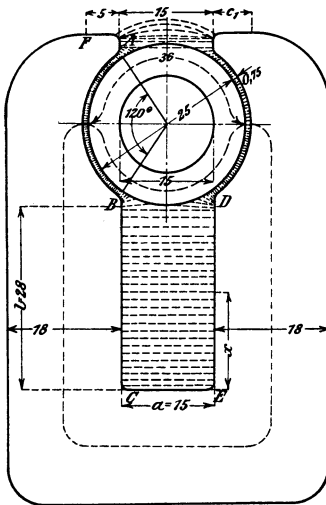

Abb. 52.
156. Es ist die Amperewindungszahl der nebenstehenden Dynamo (Abb. 52) zu berechnen unter der Voraussetzung, daß der Anker 20 [25] (16) cm lang ist und von $1,7 \cdot 10^6$ [$2,8 \cdot 10^6$] ($1,6 \cdot 10^6$) Kraftlinien durchsetzt werden soll.